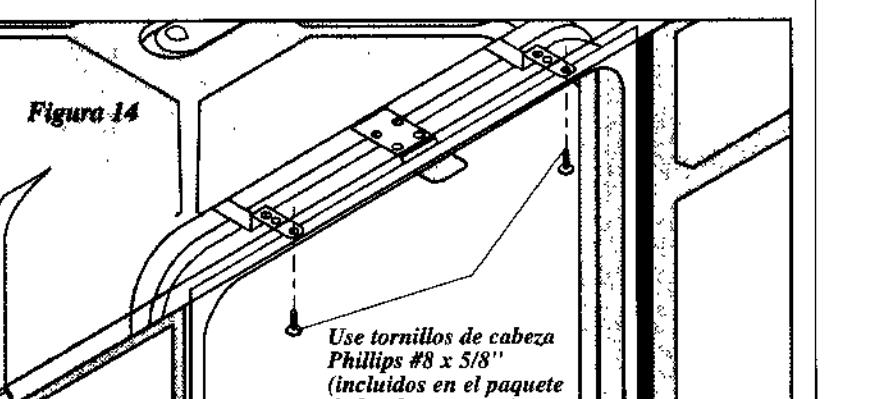

Figura 14
- Ajuste los niveladores (ver Paso 5) de modo que los soportes de montaje toquen el lado inferior del mesón. **IMPORTANTE:** El lavavajillas debe descansar en el piso—no debe colgar del mesón. Ver Figura 14.